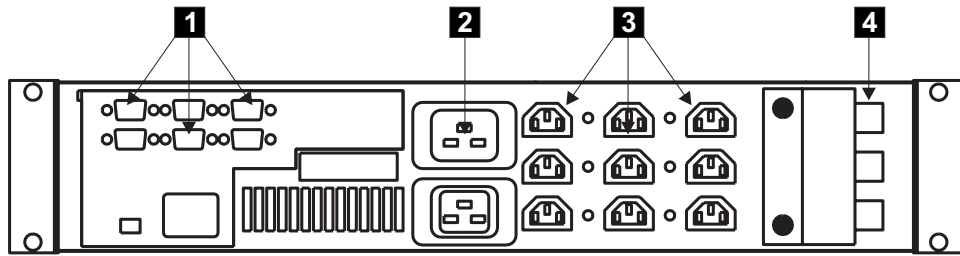

図 161. 2145 無停電電源装置 (背面図)
2. 2145 UPS (434 ページの図 161) の背面の SAN ボリューム・コントローラーの電源ケーブル **3** を切り離します。
4. 主電源ケーブル **2** (434 ページの図 161) を切り離します。